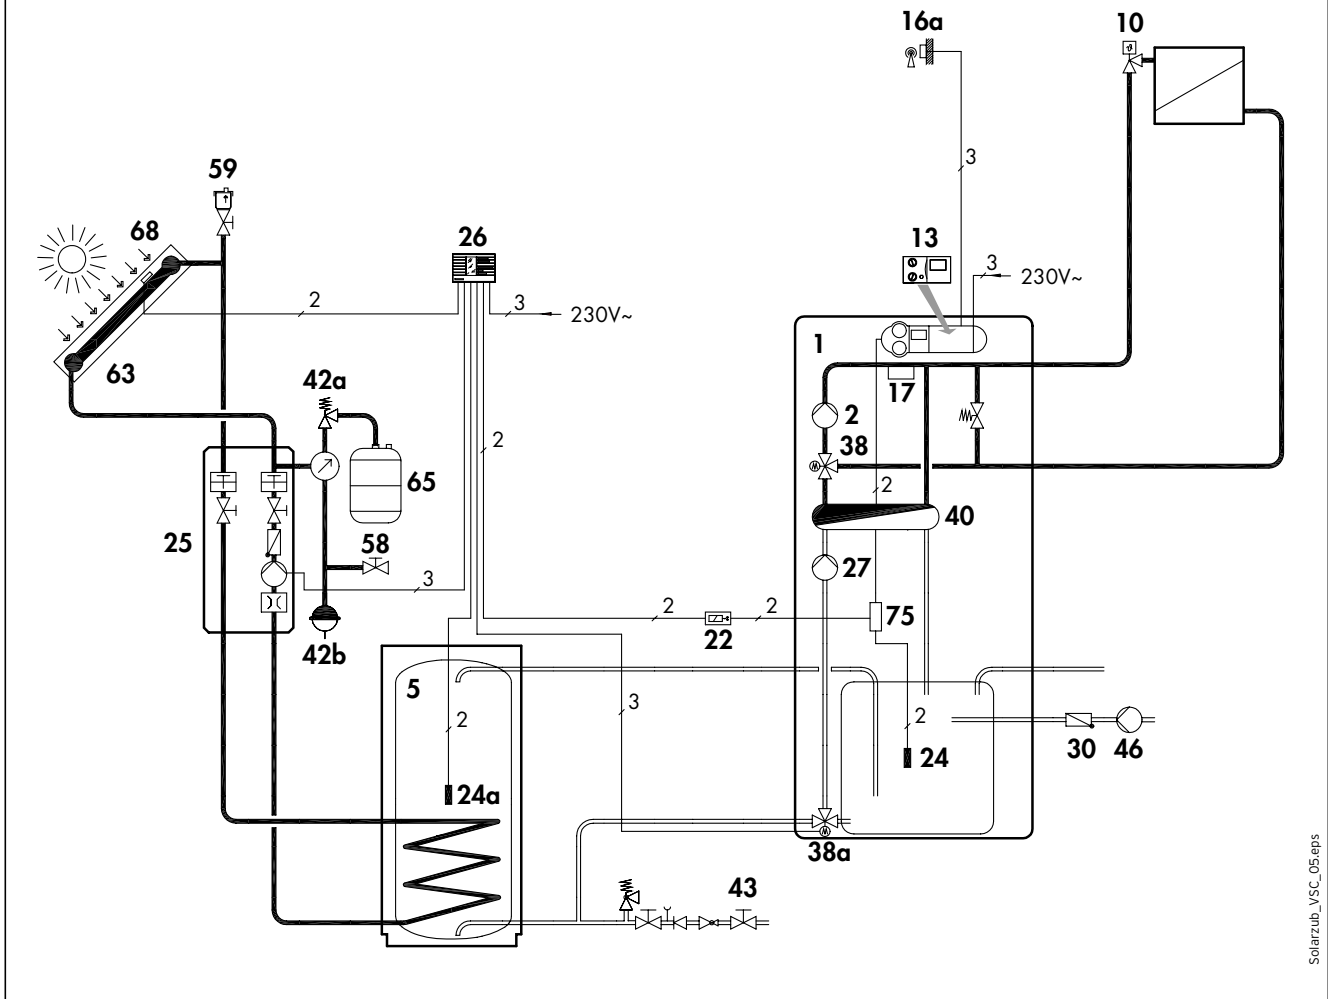

Abb. 3.3 Hydraulikschema
- Schließen Sie das Solarsystem entsprechend der Abb. 3.3 an den ecoCOMPACT an.